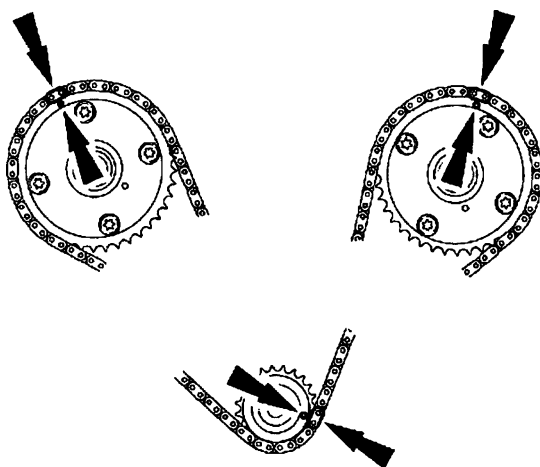

图 15-30 对齐正时标记
13) 安装主正时链条, 并确保正时链条上的镀色链节与可变凸轮轴正时总成上的正时标记和曲轴链轮上的正时标记对齐, 如图 15-30 所示。